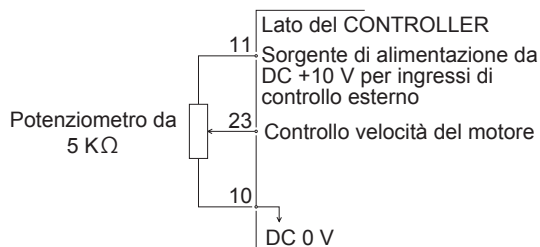

Fig. 29
Per i collegamenti si prega di vedere le figure 29 e 30. Per la relazione tra la velocità del motore e la "Tensione di controllo velocità del motore (VR)" si prega di vedere la figura 31.